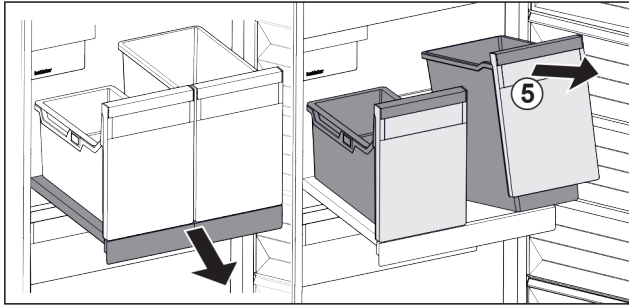

Fig. 194
- ▶ Behälter Fig. 194 (5) vorne anheben.